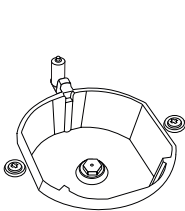

Figura 4
2. Elimine la boquilla (Figura 4) del quemador con una herramienta especial e instale una nueva boquilla (Figura 5)